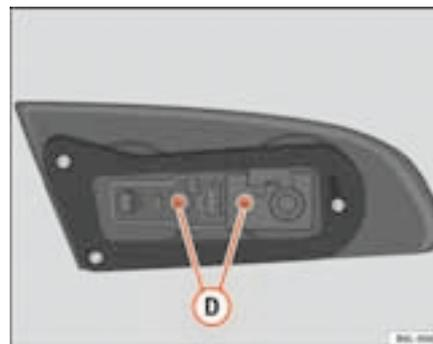

Fig. 159 Acceso a la lámpara
- Desenrosque los tornillos **(D)** ⇒ fig. 159 y extraiga el portalámparas.